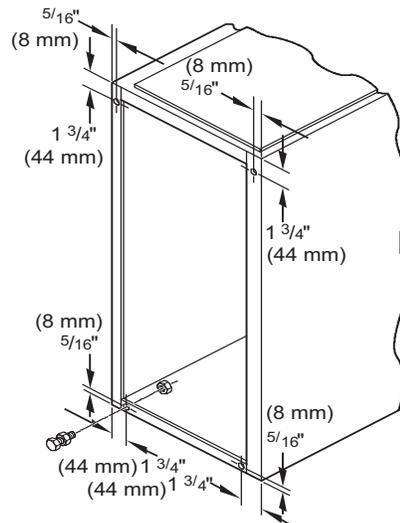

Fig. 10 – Patas niveladoras
En la posición de flujo ascendente con admisiones de retorno laterales, se pueden utilizar patas niveladoras (consulte la Fig. 10). Instale los pernos maquinados, las arandelas y las tuercas resistentes a la corrosión (no se incluyen) de 5/16 x 1-1/2 in (8 x 38 mm) (máximo).
- Coloque el calefactor sobre su parte trasera. Perfore un agujero en cada esquina inferior del calefactor (consulte la Fig. 10).